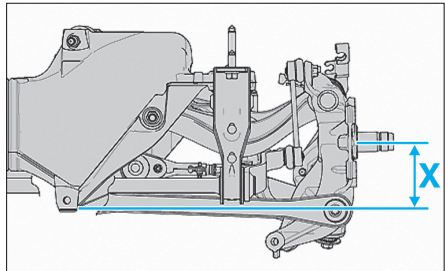

Fig. 46
- Positionner le demi-train à la cote (X) = 111 ± 1mm (Fig.46).